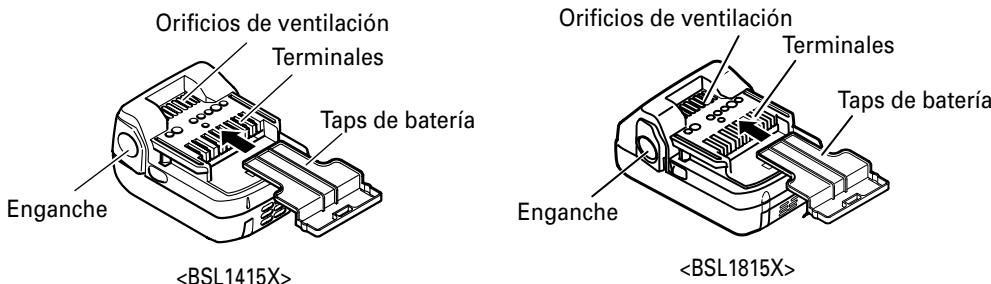

Fig. 1
- Instale el paquete de baterías en la herramienta eléctrica o almacénelo presionando la tapa de baterías hasta que se oculten los orificios de ventilación para evitar cortacircuitos. (Ver Fig. 1)**